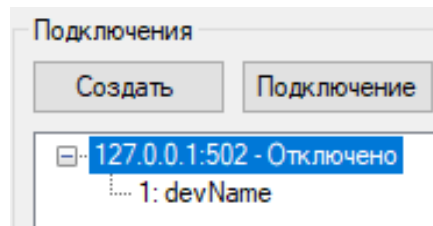

Рисунок 10. Выделено подключение, которое нужно изменить
6.8.2.3 В группе Подключения щелкнуть правой кнопкой мыши на первое подключение – первый элемент списка с именем подключения (например: «127.0.0.1 – Отключено», см. Рисунок 10), выбрать пункт «Изменить». Отобразится окно Изменение подключения.